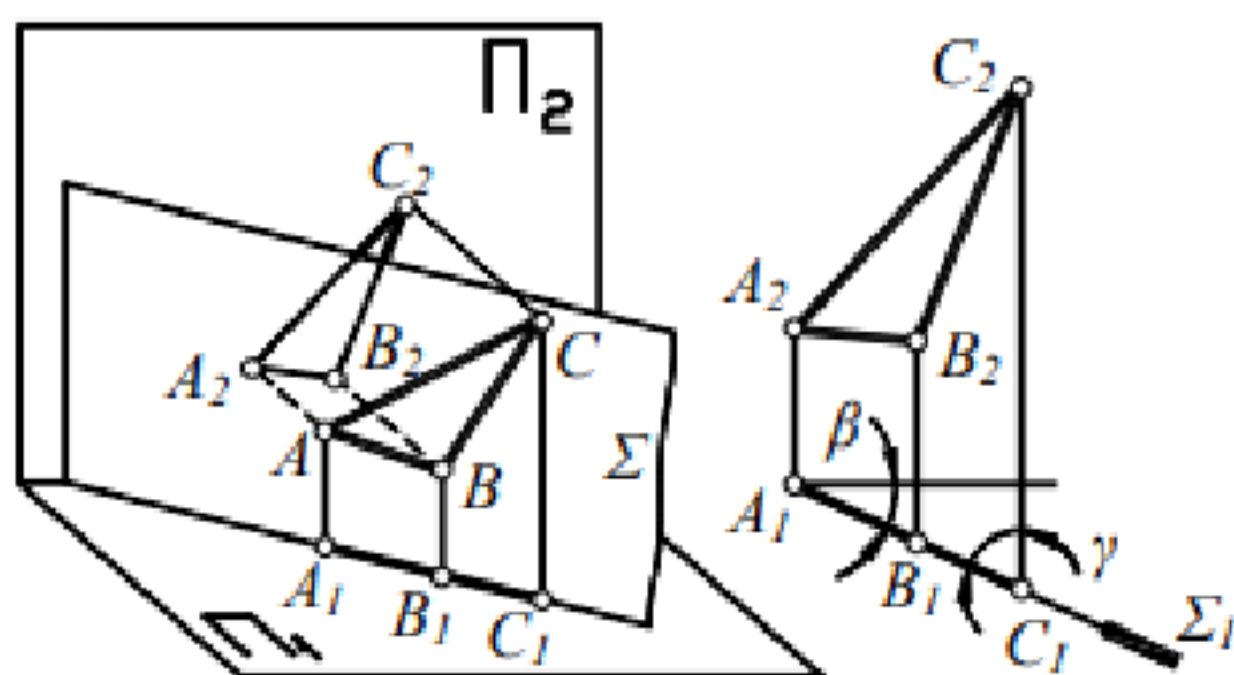

Рис.14. Горизонтально-проецирующая плоскость
**Теоретическая часть:** **Горизонтально-проецирующая плоскость** – плоскость, перпендикулярная горизонтальной плоскости проекций  $\Pi_1$  (плоскость  $\Sigma$  на рис. 14). Горизонтальная проекция плоскости  $\Sigma$  вырождается в прямую линию  $\Sigma_1$ . Фронтальная проекция этой плоскости представляет собой поле точек, совпадающее с полем  $\Pi_2$ , то есть  $\Sigma_2 \equiv \Pi_2$ . Горизонтальная проекция любой фигуры, лежащей в плоскости  $\Sigma$  (например, треугольника  $ABC$ ) совпадает с горизонтальной проекцией  $\Sigma_1$  плоскости  $\Sigma$ , то есть  $A_1B_1C_1 \equiv \Sigma_1$ .
Чтобы задать на чертеже горизонтально-проецирующую плоскость, достаточно указать ее горизонтальную проекцию  $\Sigma_1$ . При этом положение плоскости  $\Sigma$  в пространстве вполне определено, так как известны углы наклона  $\beta$  и  $\gamma$  этой плоскости к плоскостям проекций  $\Pi_2$  и  $\Pi_3$  (см. рис. 14).